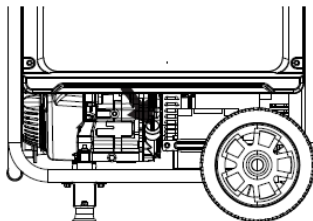

Figura 18 - Tapón de llenado de aceite/varilla de nivel
5. Retire el tapón de llenado/varilla de nivel de aceite (véase Figura 18 más abajo).